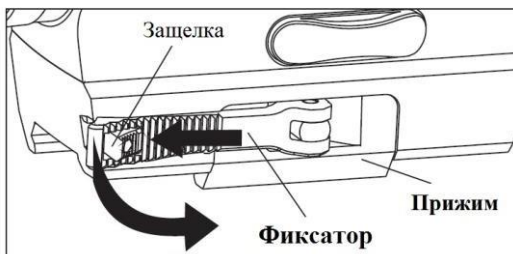

рис.3
2. Наш патентованный быстросъемный кронштейн не требует дополнительных инструментов для установки. Сдвиньте защелку, ослабьте фиксатор прижима, установите прицел на планку, нажмите на фиксатор, защелка автоматически закроется. Установка завершена (см. Рис.3).